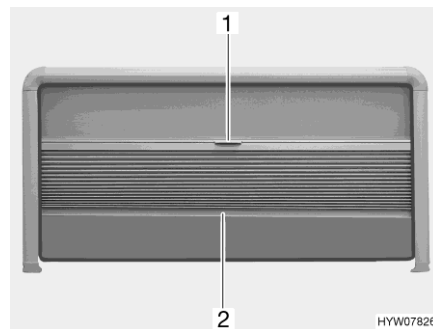

Fig. 63 Dispositif occultant plissé et moustiquaire (fenêtre projetante)
- Saisir la tige de fermeture (Fig. 63,2) du dispositif occultant plissé par le milieu et tirer avec précaution vers le bas.
- Maintenir la tige de fermeture (Fig. 63,2) du dispositif occultant plissé par le milieu et pousser ce dernier avec précaution vers le haut.
- Tirer la moustiquaire vers le bas en la maintenant par la poignée (Fig. 63,1).
- Pousser la moustiquaire à fond vers le haut en la maintenant par la poignée (Fig. 63,1).